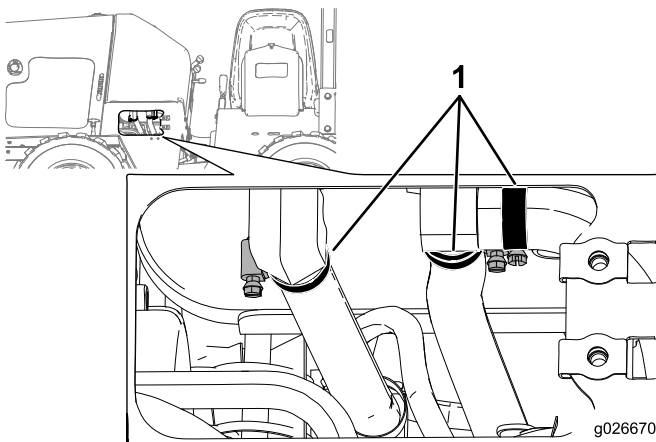

Figura 46
6. Retire la cubierta del lado izquierdo y afloje las 3 abrazaderas de debajo del depósito hidráulico (Figura 46).